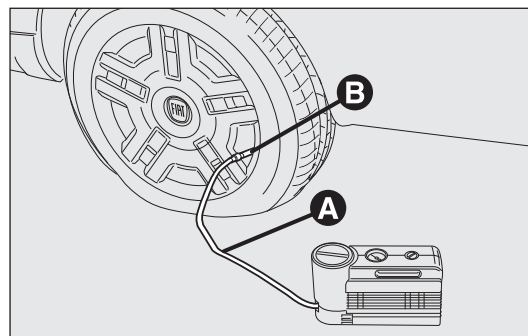

fig. 178
- Azionare il freno a mano. Svitare il cappuccio dalla valvola del pneumatico, estrarre il tubo trasparente di riempimento A-fig. 178 ed avvitare la ghiera B sulla valvola del pneumatico;